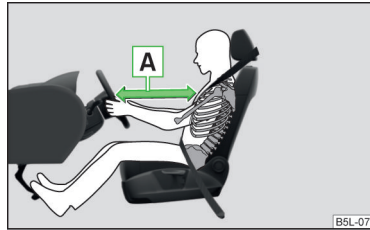

Abb. 8 Sicherer Abstand zum Lenkrad
- Für den Fahrer und Beifahrer ist es wichtig, einen Abstand von mindestens 25 cm zum Lenkrad bzw. zur Schalttafel einzuhalten **A** » Abb. 8. Wenn Sie den Mindestabstand nicht einhalten, kann Sie das Airbag-System nicht schützen - Lebensgefahr! Außerdem müssen die Vordersitze und die Kopfstützen immer der Körpergröße entsprechend richtig eingestellt sein.